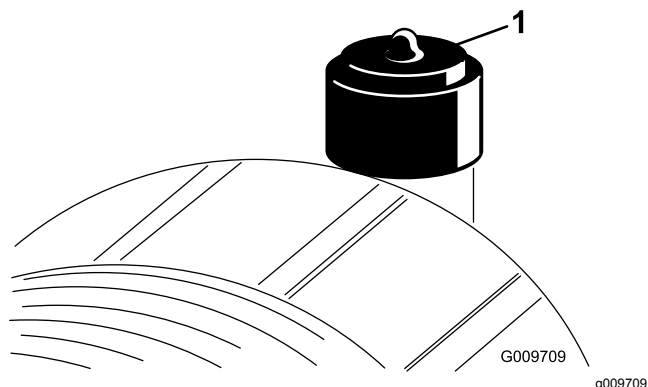

Figure 28
Faites l'entretien du filtre à air uniquement quand l'indicateur de colmatage (Figure 28) indique que cela est nécessaire. Changer le filtre à air prématurément ne fait qu'accroître le risque de contamination du moteur par des impuretés quand le filtre est déposé.
6. Réarmez l'indicateur de colmatage (Figure 28) s'il est rouge.